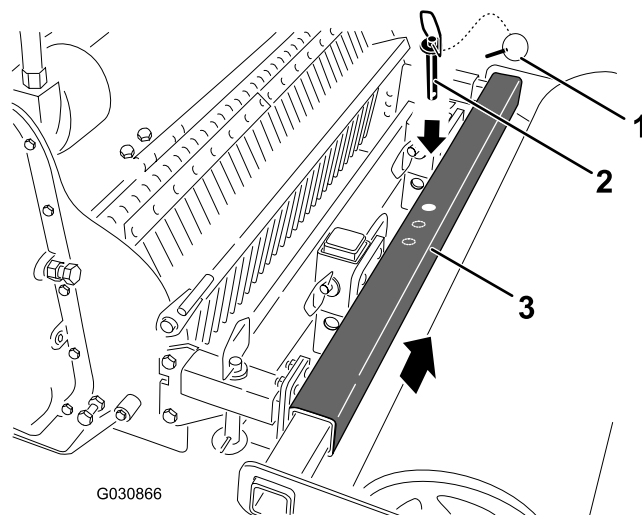

Bild 8
- Entfernen Sie den Dorn (Bild 8).
- Schieben Sie die Rolle in die gewünschte Stellung (Bild 8).